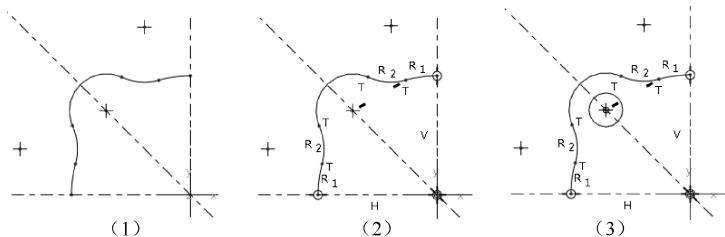

图 2-57 实例绘制步骤图 (3)
将多余的线段删除，形成图 2-57 (1) 所示的图形。选择  相等工具，选择两个圆角，使它们的半径相等，形成约束 “R2”，如图 2-57 (2) 所示。
在图 2-57 (3) 所示的位置绘制一个圆。